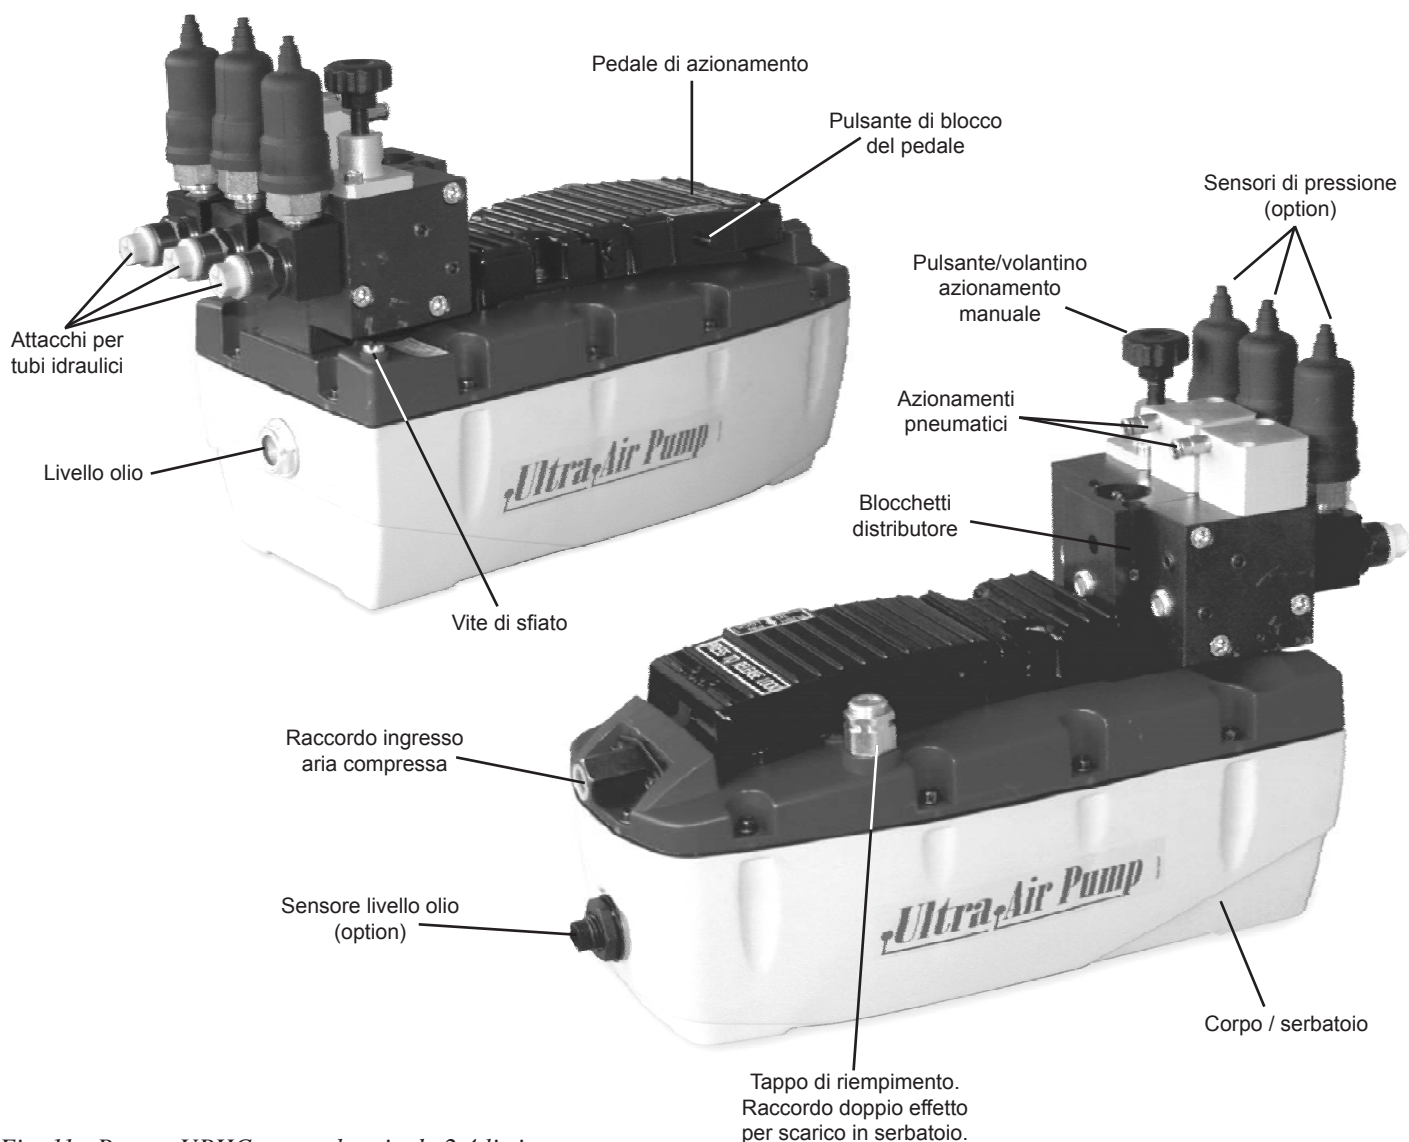

Fig. 11 - Pompa UPHC con serbatoio da 2,4 litri.
In fig.11 sono illustrate le varie parti della pompa.
- Avvitare nel raccordo di ingresso per l'aria compressa (fig.11, pag.8) un raccordo rapido adeguato al vostro impianto, avendo cura di avvolgere il filetto con nastro di Teflon.
La pompa in azione genera una pressione costante, per mettere a scarico gli utilizzi ad essa collegati è quindi necessario agire sul pulsante/volantino o sull'azionamento pneumatico del blocchetto di comando idraulico montato sul coperchio della pompa stessa (fig.11, pag.8).